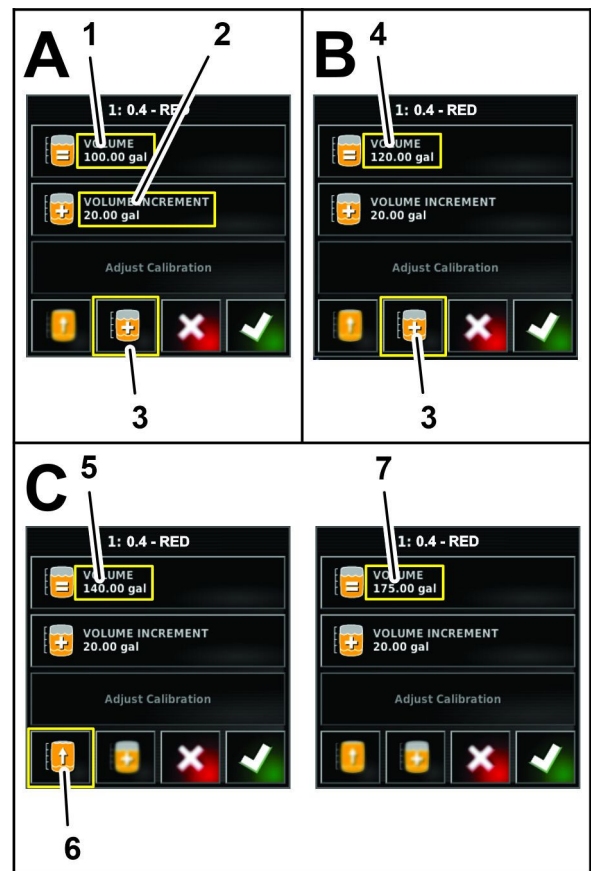

图 127
- 4. 如果以递增方式向水中添加化学药品按液量递增图标图 127。
品量递增值然后按确认图标图 127。
6. 如果正逐渐向水中添加化学药品请将产品加入药缸然后按产品递增数量图标图 127。